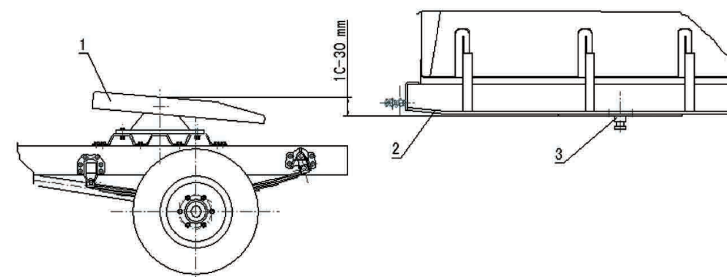

图14-2: 牵引滑板与牵引鞍座上平面中心位距离连接
a. 调整支撑腿,使半挂车牵引滑板与牵引鞍座高度相适应,一般以半挂车牵引滑板比牵引车牵引鞍座的上平面中心位置低10~30mm为准(见图14-2)。否则有时不仅不能使牵引滑板与牵引鞍座上平面中心位距离连接,还会损坏牵引座、牵引销及有关零件。